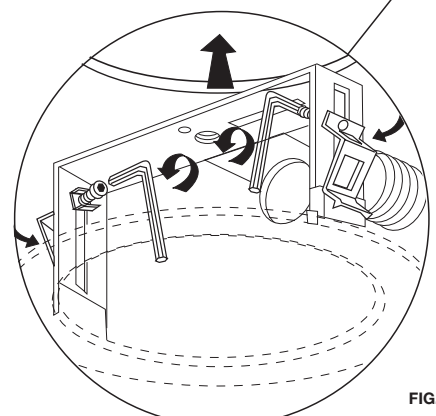

FIG. 14
- Inserire l'apparecchio nel foro da incasso premendo la staffa di ritenuta (**FIG. 14**).
- Insert the light fitting in the hole pressing the bracket (**FIG. 14**).
- Insérer l'appareil dans le trou d'encaissement en pressant l'étrier de retenue (**FIG. 14**).
- Das Gerät in das Einbauloch einsetzen und dabei auf den Rückhaltebügel drücken (**FIG. 14**).
- Introducir el aparato en el agujero de empotramiento apretando el estribo de retención (**FIG. 14**).